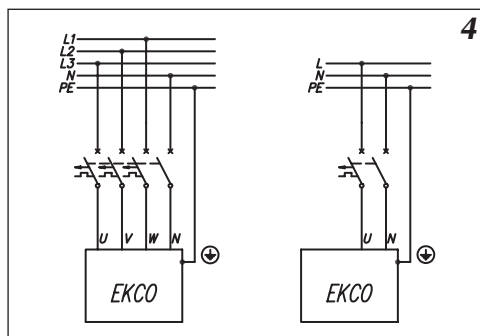

Figure 4 Raccordement électrique
5. Relier la chaudière au système électrique (fig. 4).